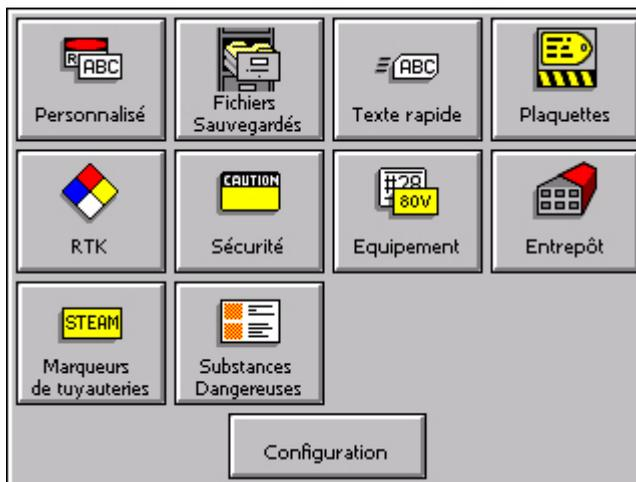

Figure 6-1. Ecran Menu principal
L'application **Texte rapide** vous aide à créer rapidement des étiquettes composées exclusivement de texte. Quand vous choisissez **Texte rapide** dans l'écran **Menu principal** (Figure 6-1), il ne vous reste plus qu'à saisir votre texte pour créer l'étiquette.
1. Choisissez **Texte rapide** dans l'écran **Menu principal** (Figure 6-1).